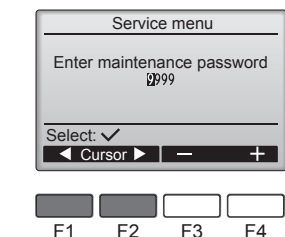

Fig. 6-2
① Ana menüden "Service" (Servis) ögesini seçin ve düğmesine basın.
② Servis menüsü seçildiğinde, bir pencere açılarak parola isteyecektir. (Fig. 6-2)